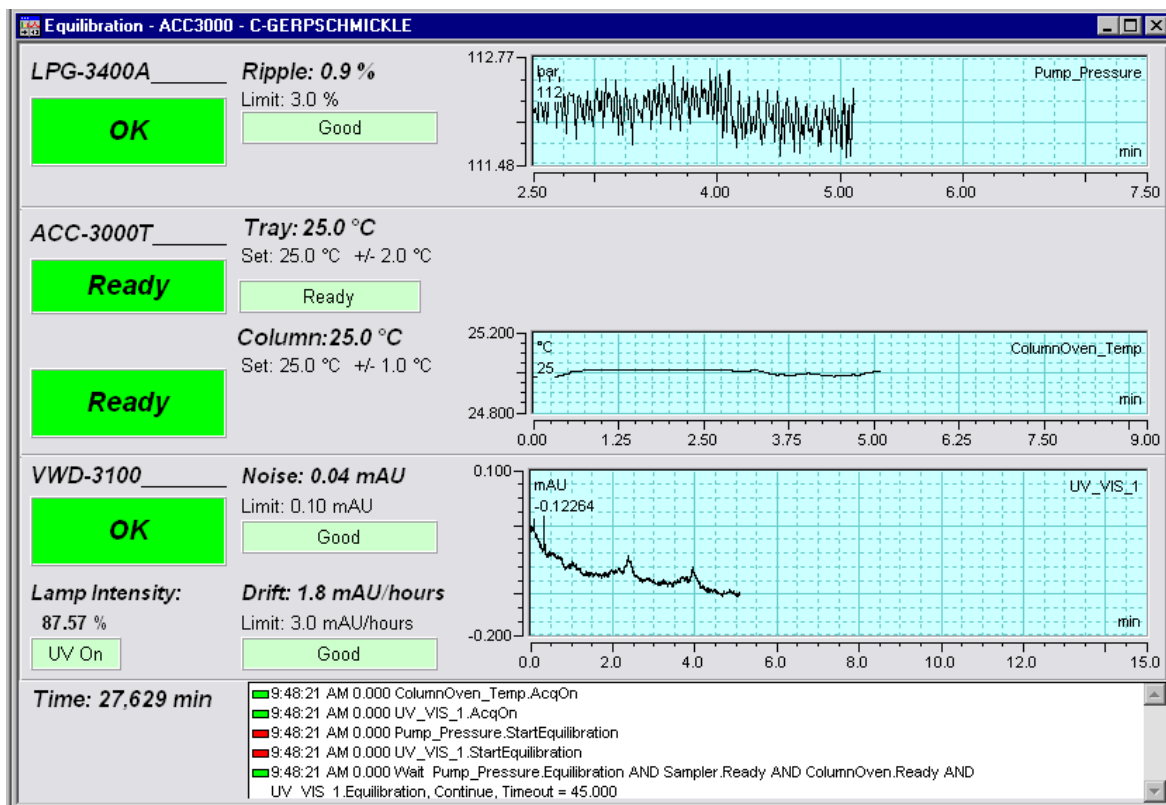

Abb. 25: Äquilibrierfenster
- ♦ öffnet Chromeleon das Äquilibrierfenster für die auf der Zeitbasis installierten Geräte (→ Abb. 25, Seite 58).